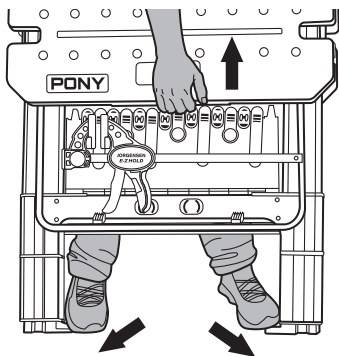

Imagen 1
2. Pise las 4 patas telescópicas de la MESA DE TRABAJO con ambos pies al mismo tiempo para levantar la MESA DE TRABAJO. Asegúrese de que las cuatro patas telescópicas estén extendidas y aseguradas en su lugar. (Imagen 1)